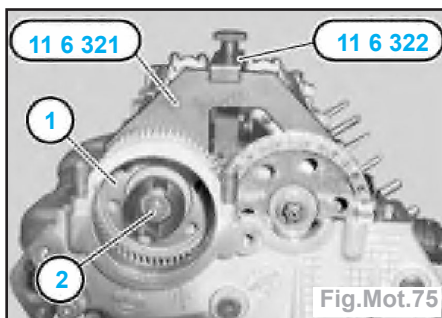

Fig.Mot.75
- Monter le pignon de l'arbre à cames d'échappement (1) et fixer l'arbre à cames d'échappement au **PMH** du premier cylindre à l'aide de l'outil [11 6 321] et [11 6 322] (Fig.Mot.75).